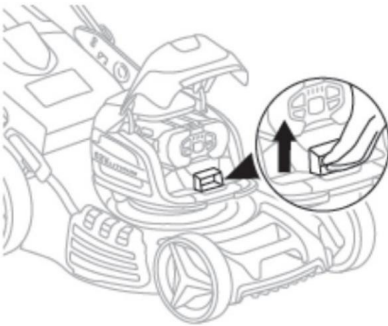

Fig. 6A
2) Soulevez le bouton de déverrouillage de la batterie. (Fig. 6A)